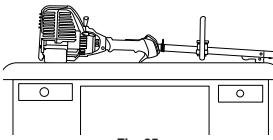

Fig. 35
2. Coloque el motor sobre una superficie plana y nivelada, con el protector de la cabeza de corte colgando de un banco o mesa de trabajo para obtener una lectura adecuada del nivel de aceite (Fig. 35).